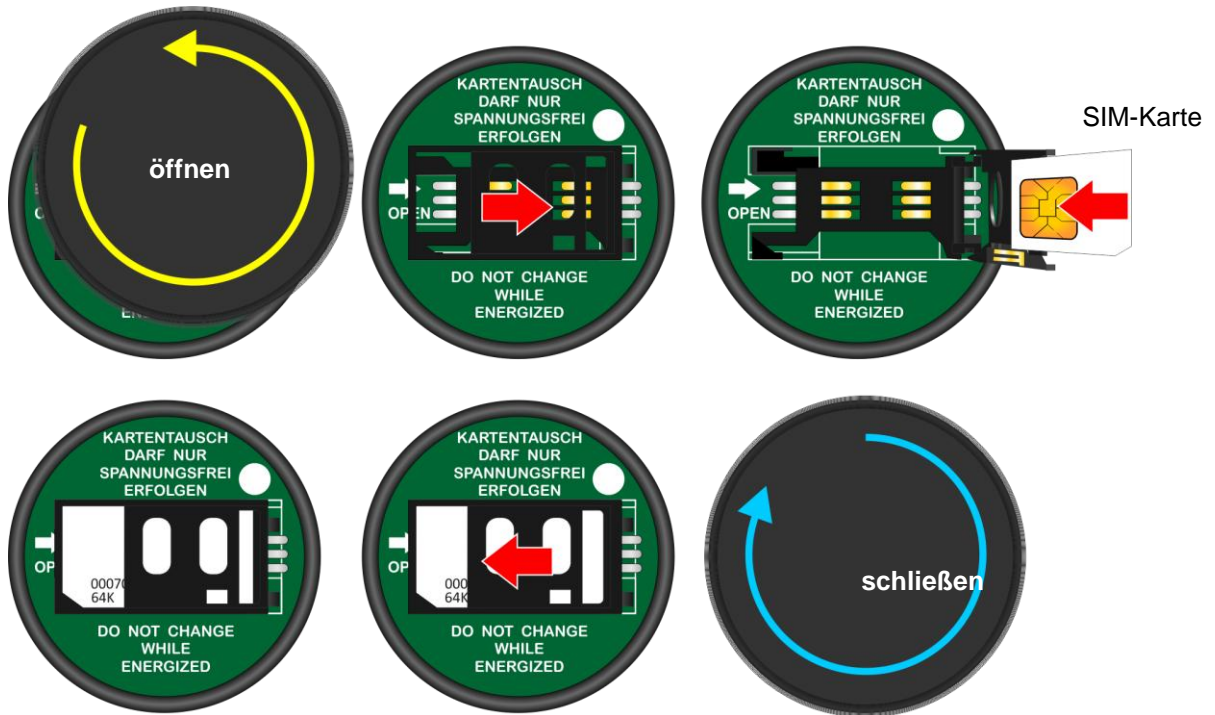

Abb. 4.5: SIM-Karte einlegen. Dazu den Deckel vom Modem abschrauben und den Kartenhalter in Pfeilrichtung verschieben und anschließend aufklappen.
5. Schrauben Sie den Deckel des Modems ab (siehe Abb. 4.5).
6. Lösen Sie die Verriegelung des Kartenhalters durch Schieben des Kartenhalters in Pfeilrichtung und klappen Sie ihn anschließend auf (siehe Abb. 4.5).